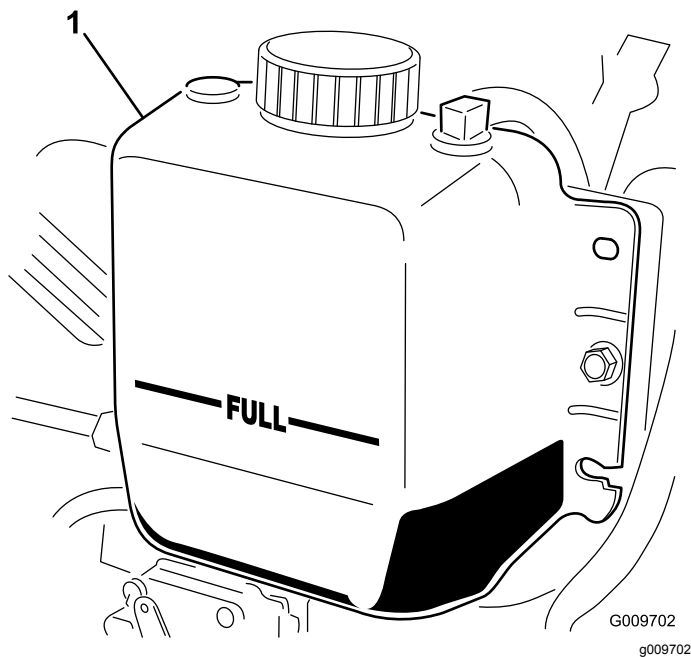

Figure 13
2. Vérifiez le niveau du liquide de refroidissement dans le radiateur. Le radiateur doit être rempli jusqu'en haut du goulot de remplissage et le vase d'expansion jusqu'au repère maximum (Figure 13).